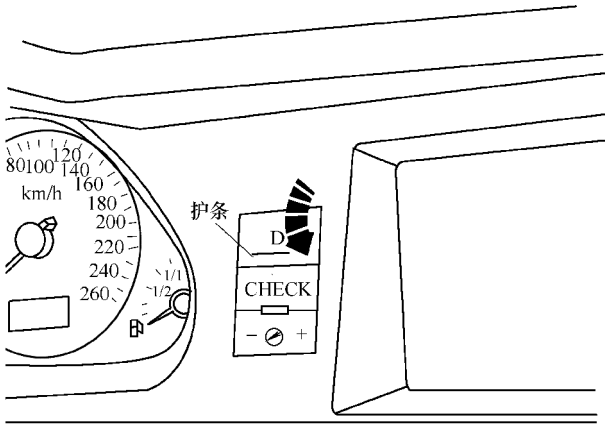

图 9-2-5 推动护条
(13) 沿图 9-2-5 箭头方向，推动组合仪表按键单元上的护条。抓住护条，并从开关上拔出。